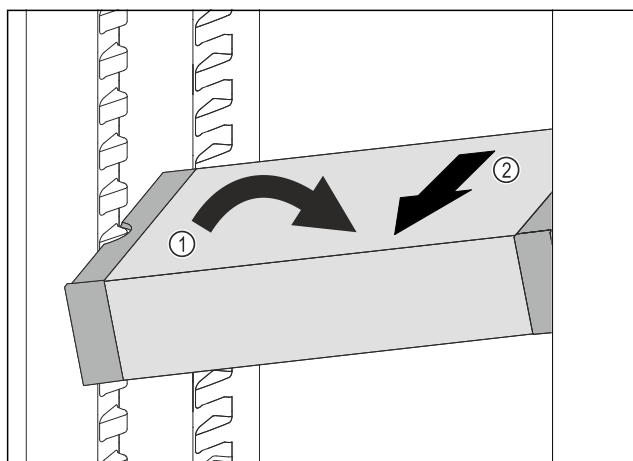

Fig. 189
- Impostare il vano frigorifero di VarioSafe ad angolo. Fig. 189 (1)
- Rimuovere VarioSafe tirando in avanti. Fig. 189 (2)